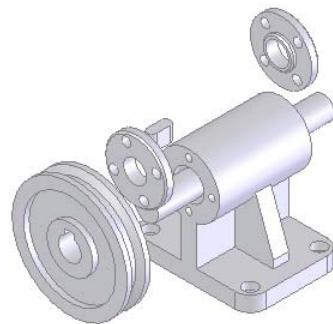

图 7-161 爆炸后的视图
**10** 生成爆炸步骤。按照图 7-160 所示进行设置后，单击图 7-160 中的“完成”按钮，对“法兰盘 2”零件的爆炸完成，并形成“爆炸步骤 05”，结果如图 7-161 所示。